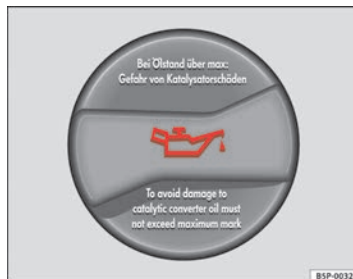

Fig. 115 Vano motore: tappo del bocchettone di rifornimento dell'olio motore
- Svitare il tappo del bocchettone di rifornimento dell'olio motore ⇒ pag. 192, fig. 115.